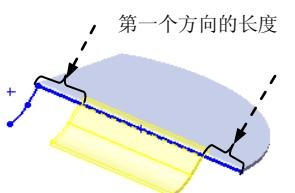

图 10.2.43 设置两个方向的长度
- **启始/结束处等距(O):**区域：用于设置斜接法兰的第一方向和第二方向的长度，如图10.2.43所示。